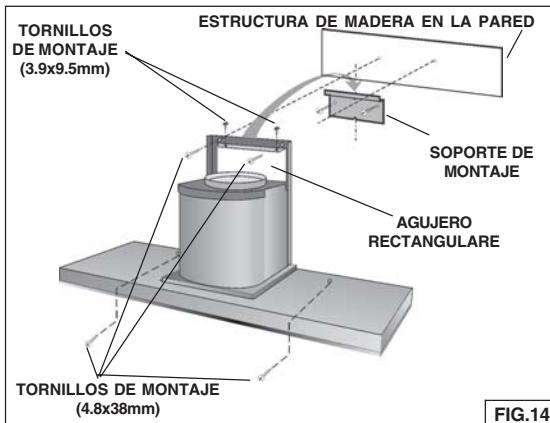

FIG.14
2. Alinee la abertura rectangular de la parte posterior de la campana con el soporte de montaje de la pared. Baje suavemente la campana hasta que encaje correctamente en el soporte. Fig. 14.
3. Nivele la campana con dos tornillos de montaje de  $3.9 \times 9.5$  mm y fíjela con cuatro tornillos de montaje de  $4.8 \times 38$  mm. Si no dispone de tachones de pared ni de marcos, utilice los soportes de muro de mampostería sin mortero suministrados. Fig. 14.